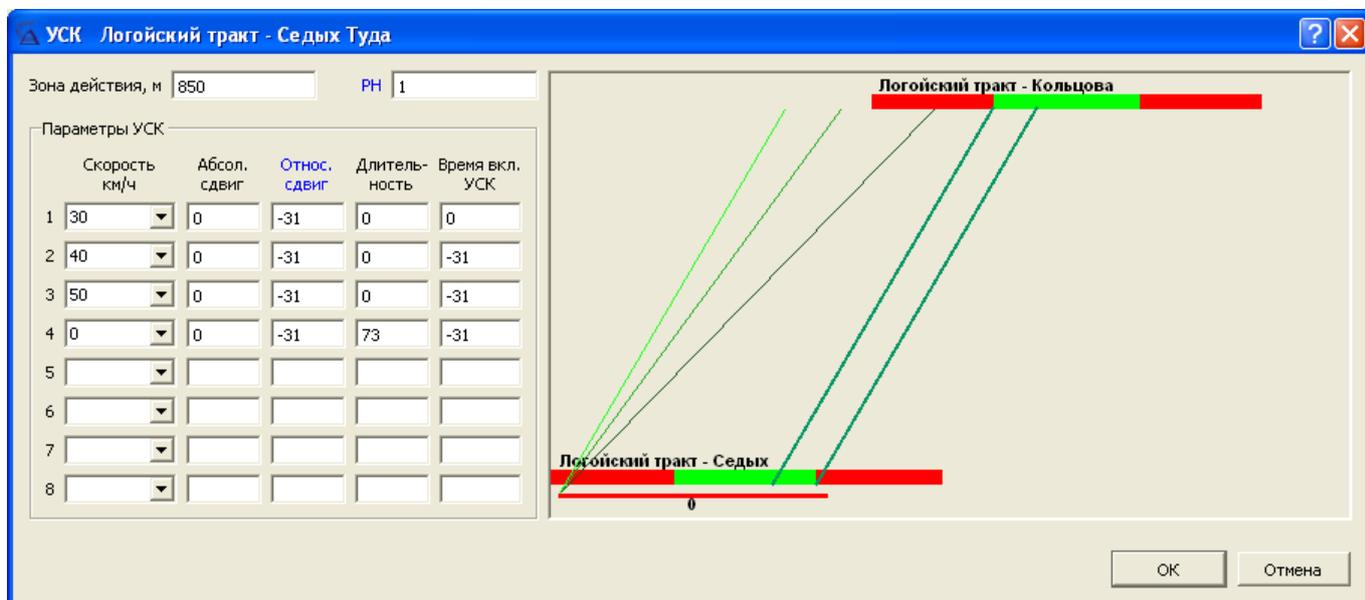

Рисунок 95
– "Скорость" (от 10 до 90 км/ч). Каждому значению скорости соответствует определенный наклон и цвет линии (рис. 95);